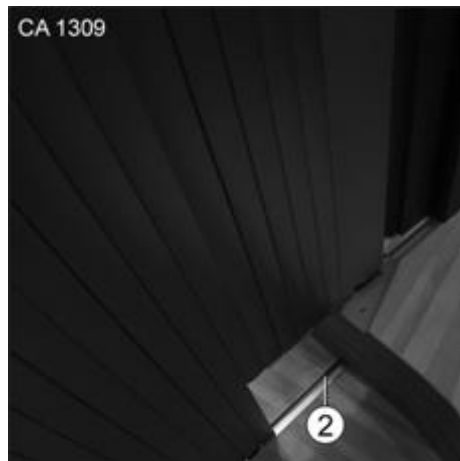

Fig. 150 Porte coulissante
1. Tenir la porte coulissante à la poignée (Fig. 150/1) et la fermer le long du rail (Fig. 150/2) dans le sens de la flèche.